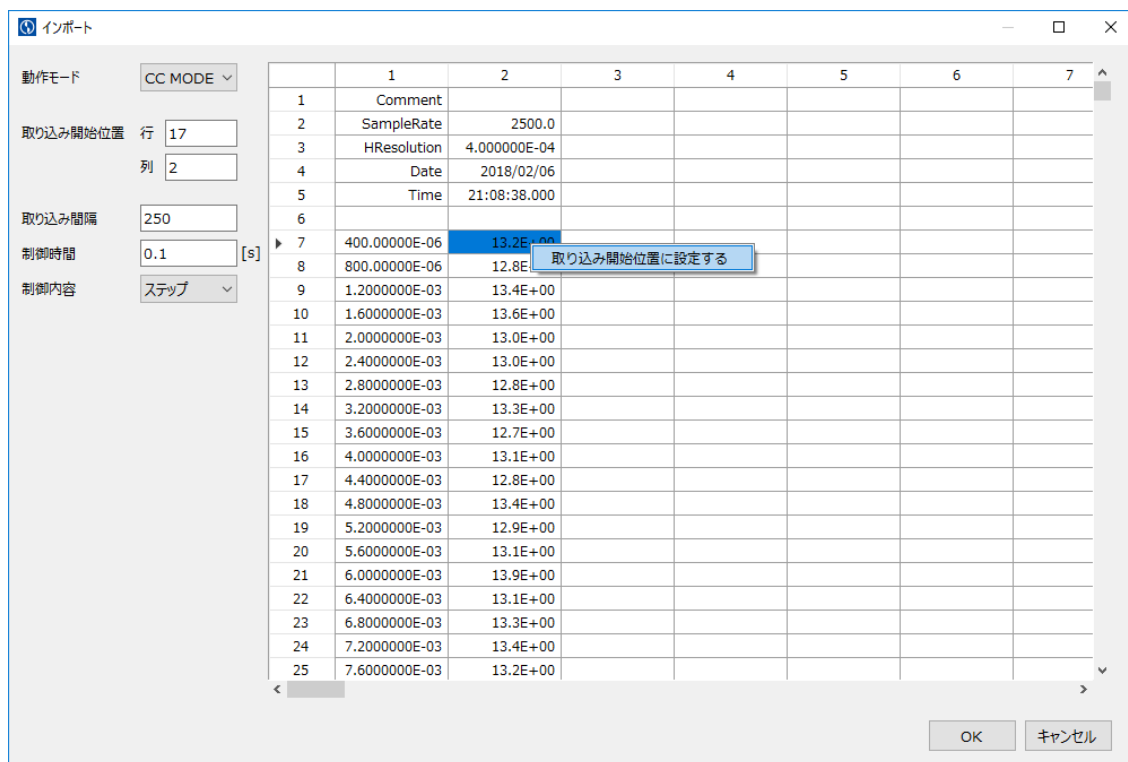

図 8-10 インポート画面
ファイルの選択後、インポート画面が表示されます。(図 8-10)
例) 図 8-10 の測定データより、①、②の方法で取り込み間隔を算出します。
①サンプリングレート（1 秒あたりのサンプル数）から算出